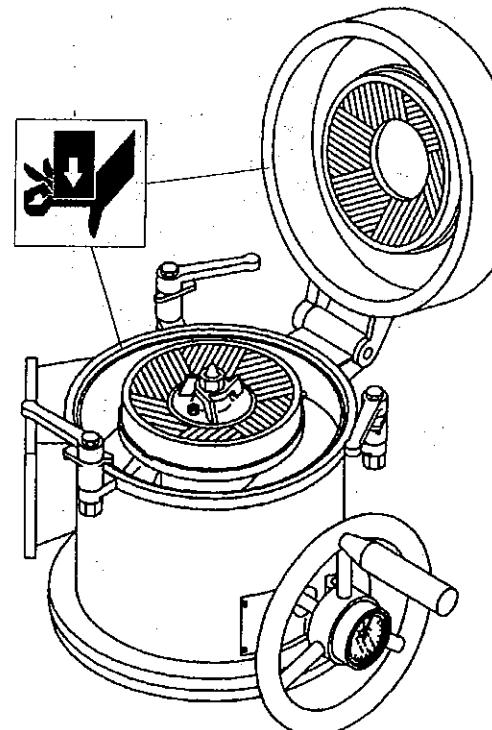

図 14-2
- 上蓋本体は十分に注意しながら開閉してください。手を挟む危険があります。（図14-2）